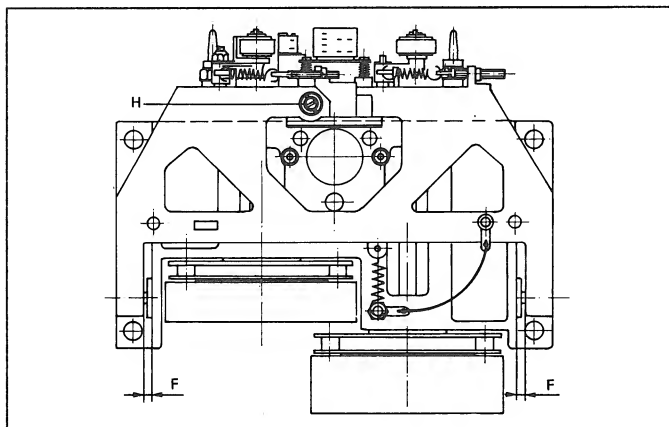
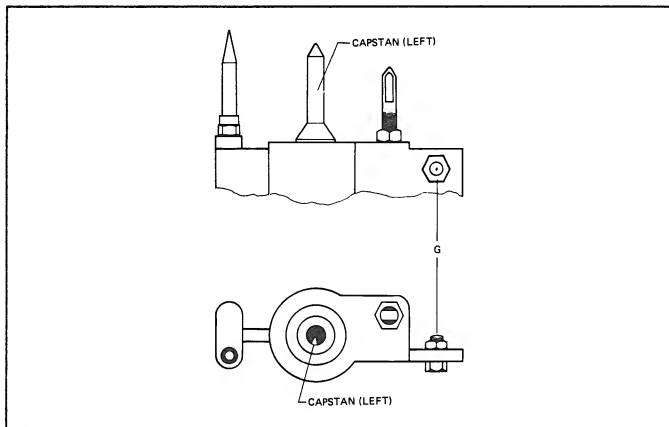

Fig. 3.3
Fig. 3.4
Der Schwenkträger ist über eine Erdungslitze neben der Rückzugsfeder geerdet (Fig. 3.3, Ansicht von unten)
- kontrollieren, ob die beiden Gewindestifte an den Drehpunkten des Schwenkträgers so eingestellt sind, dass auf beiden Seiten der Abstand [F] Schwenkträger - Doppelcapstanträger gleich gross ist (Fig. 3.3). Der Schwenkträger muss sich spielfrei und leichtgängig in den Drehpunkten bewegen. Falls nötig, die Gewindestifte entsprechend verstellen. Hierzu mit dem Spezialschraubendreher (Best. Nr. 46161) die Schlitzmutter auf den Gewindestiften zuerst lösen, nach der Einstellung wieder festdrehen.
- werden die Gewindestifte neu eingestellt muss anschliessend die Zentrierschraube [G] (Fig. 3.4) im Doppelcapstanträger gelöst werden. Den Schwenkträger nach oben drücken, bis die Spitze des Gewindestiftes [H] (Fig. 3.3) in die Zentrierschraube eintaucht, und diesen dadurch neu zentriert.
- die Eintauchtiefe wird mit der Einstellschraube [H] (Fig. 3.3) so eingestellt, dass das andere Ende des Mess-Schiebers sich im Bereich der eingefrästen Markierung befindet